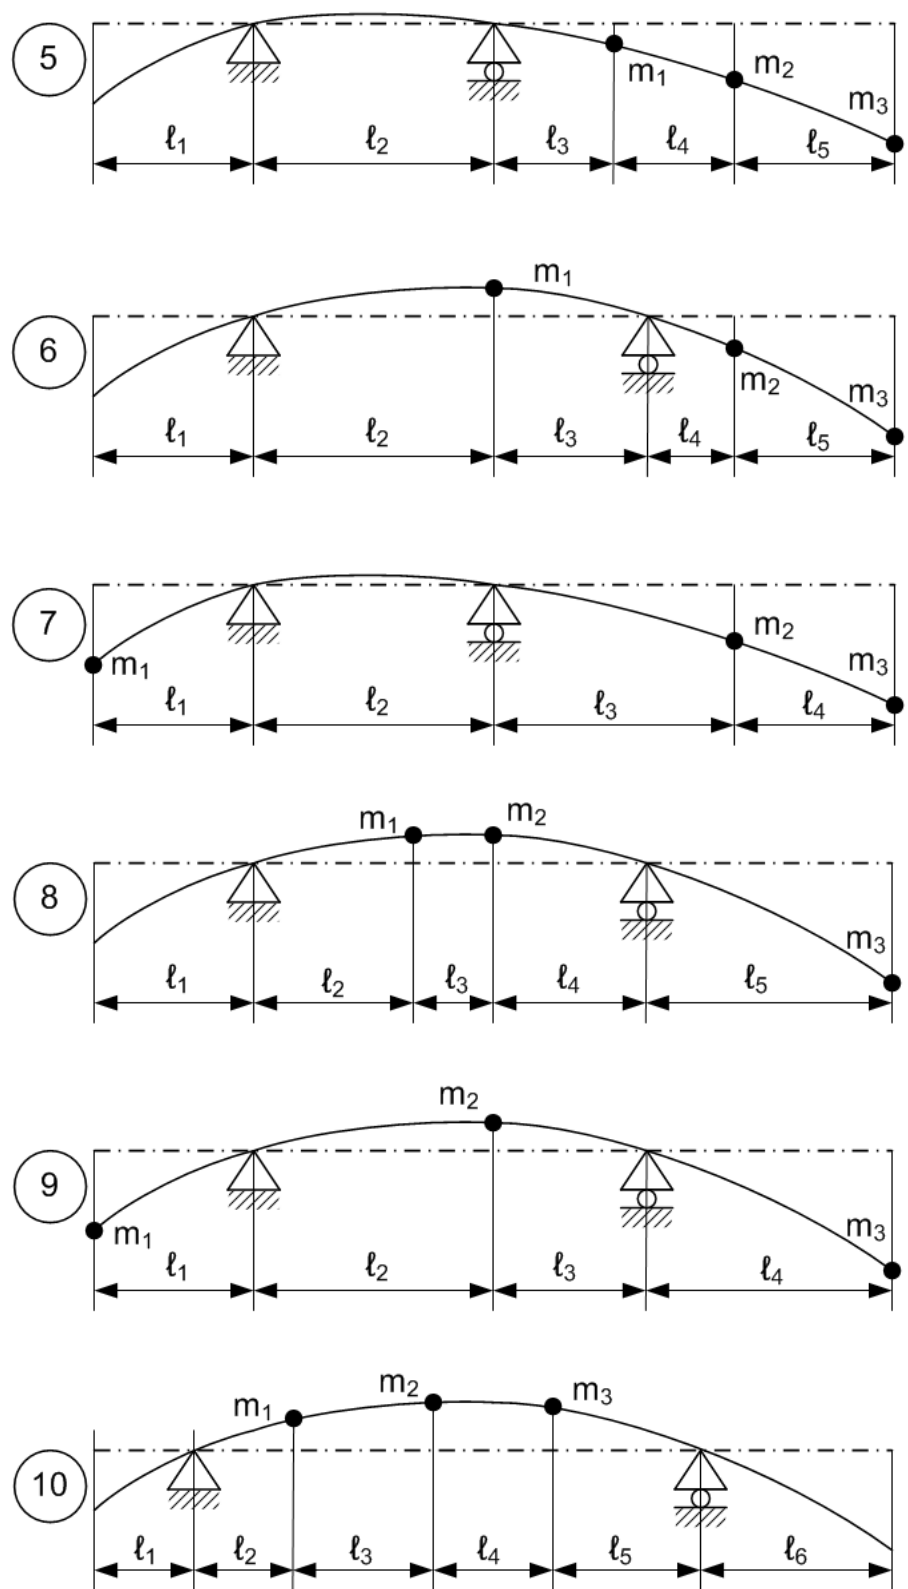

Рис. 2 – Схемы вала к заданию 2
**Задание 2.** Применяя энергетический метод Релея, выполните расчет критической скорости вращения вала постоянной жесткости без учета собственного веса с тремя дисками, схема которого показана на рис. 2. Статические прогибы должны быть рассчитаны способом Верещагина.